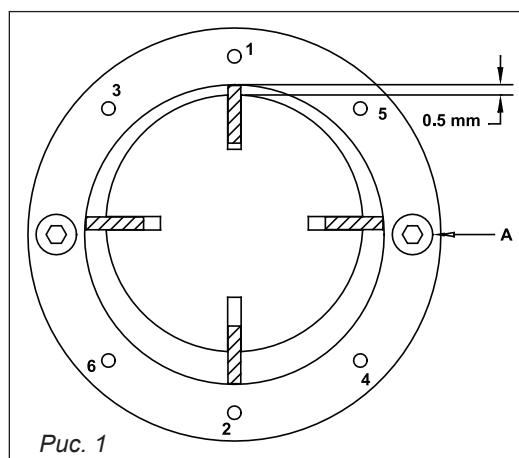

Рис. 1
Раз в сезон проверяйте ротор (25) и лопасти компрессора (26). Во время технического обслуживания не бросайте детали компрессора, храните их в сухом месте, так как влага и грязь могут повредить компрессор. Заменяйте изношенные ротор и лопасти (если хотя бы одна лопасть из четырех износилась, необходимо заменить все четыре лопасти). Соберите компрессор, учитывая, что желобки лопастей должны быть направлены к центру ротора, и зазор между ротором и кольцом (8) должен быть 0,5 мм, как показано на рис. 1.